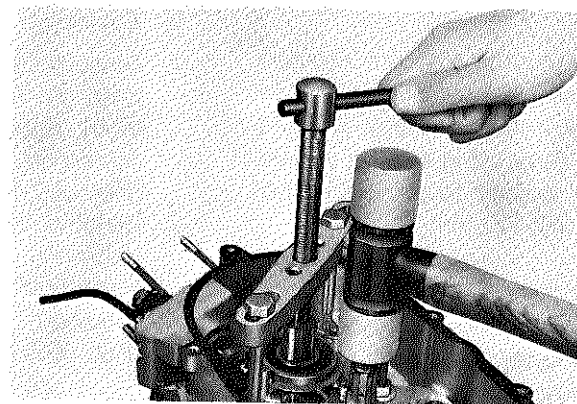

Fig. 3-2-12
2. Install crankcase separating tool as shown. Use a thick plain washer to protect end of crankshaft. (Fig. 3-2-12)
3. As pressure is applied, alternately tap on the front engine mounting boss, the transmission shafts and the shift drum. (Fig. 3-2-12)
Employer une rondelle épaisse pour protéger l'extrémité du vilebrequin (Fig. 3-2-12).
3. Tout en serrant la vis de pression, taper alternativement sur le bossage prévu à l'avant du moteur pour le montage, sur les arbres de transmission et sur le barillet du sélecteur de vitesse (Fig. 3-2-12).
Eine dicke Unterlegescheibe verwenden, um die Kurbelwelle zu schützen. (Fig. 3-2-12)
3. Bei ausgeübtem Druck nun abwechselnd vorne auf die Motorbefestigung, die Getriebewellen und die Schalttrommel schlagen. (Fig. 3-2-12)